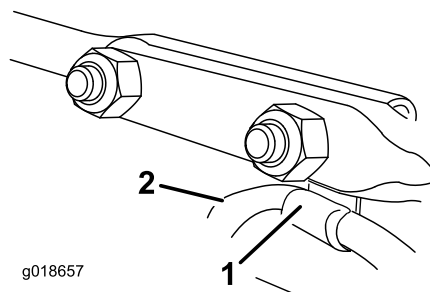

Рисунок 17
6. Вставьте зажим, который поддерживает трос дефлектора, под головку переднего каретного болта и закрепите болты контргайками из комплекта запасных деталей (Рисунок 17).